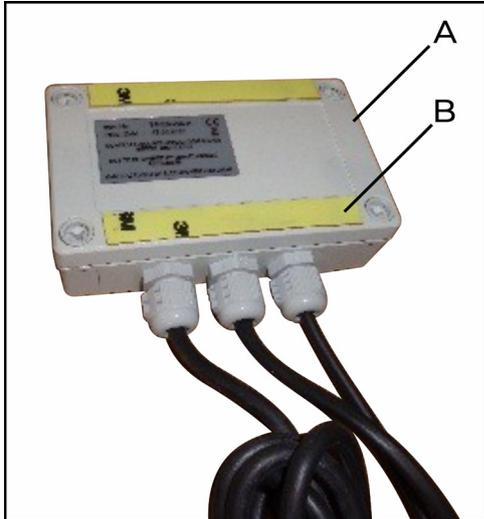

fig. 33
A caixa de controle (A) (fig. 33) possui fita dupla face (B) para a sua fixação. Recomenda-se fixá-la dentro da cabine da colheitadeira, de modo que a mesma fique bem fixada e protegida conforme figura 34.